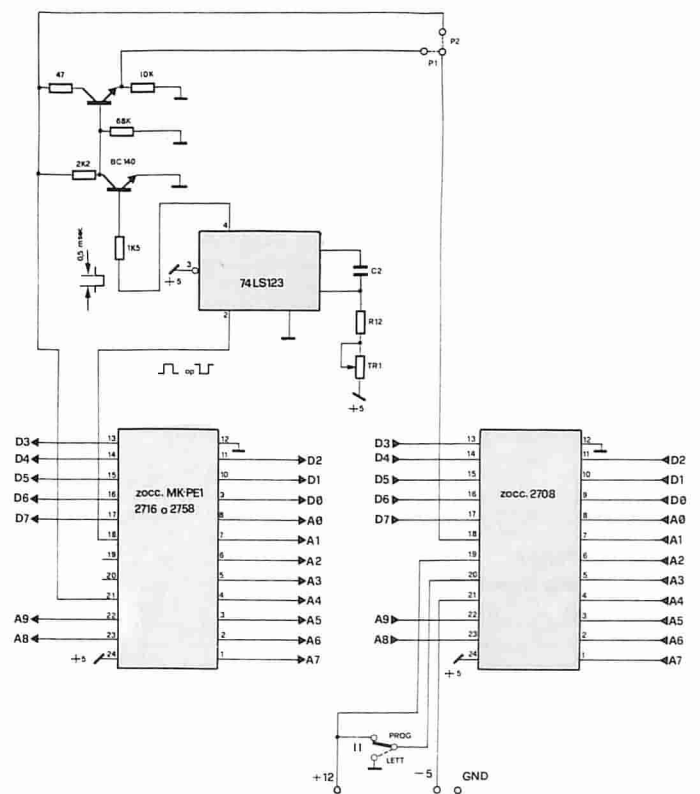

Fig. 3 - Schema della modifica apportata.
- eseguire il resto delle correzioni esternamente, come riportato sullo schema della modifica (fig. 3), in cui però tutta la circuiteria collegata tra il 18 dello zoccolo MK-PE1 ed il 18 dello zoccolo per 2708 non deve essere montata (eseguire il ponticello P2 anziché il P1);
- aggiungere un monostabile sulla scheda esterna (come figura dallo schema di fig. 3).